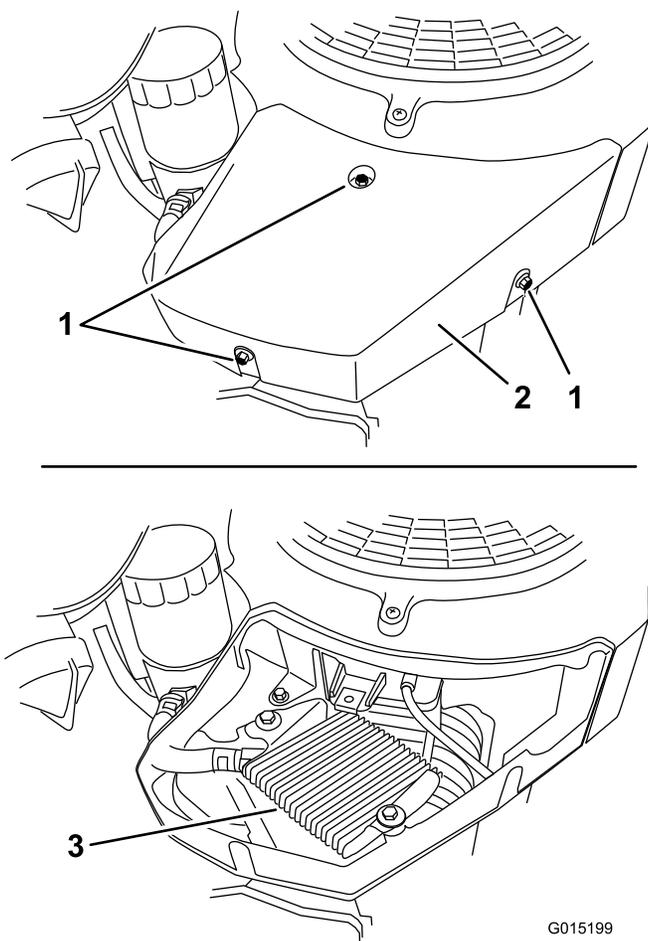

Figure 71
1. Pour accéder au refroidisseur d'huile et en faire l'entretien, retirez la vis de fixation supérieure et desserrez les 2 vis latérales (Figure 71).
2. Déposez le carénage (Figure 71).
3. Nettoyez le refroidisseur d'huile à l'air comprimé (Figure 71).
4. Reposez le carénage et les vis (Figure 71).